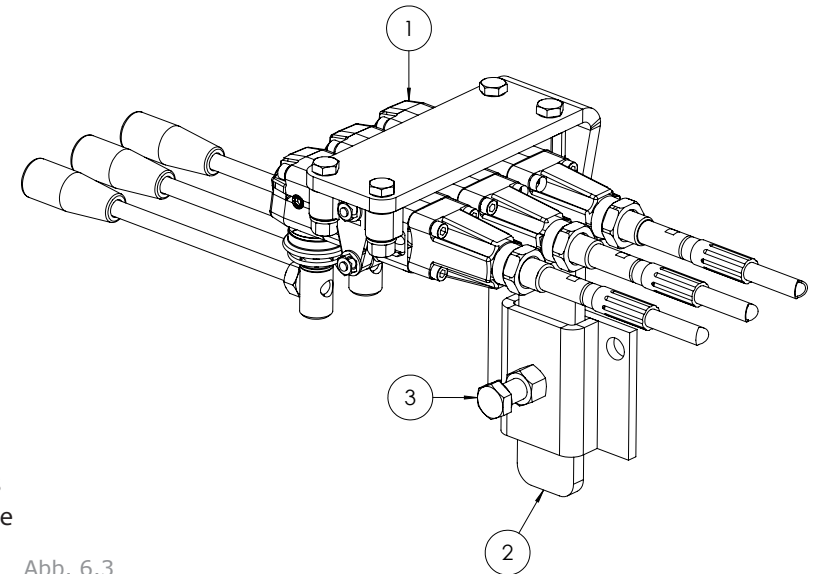

Abb. 6.3
Montieren Sie die Bedienungshebel (1) im Traktorfahrerhaus auf die mitgelieferte Halterung (2) und mit der Halterungsschelle (3) (siehe Abb. 6.3).